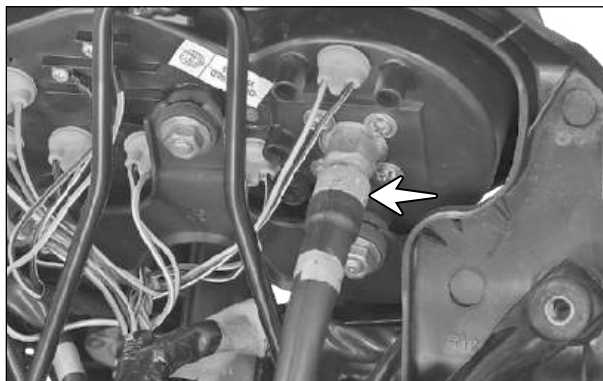

Fig. 6.116
- Remova o cabo do velocímetro (seta) do conjunto do velocímetro. (Fig. 6.116)